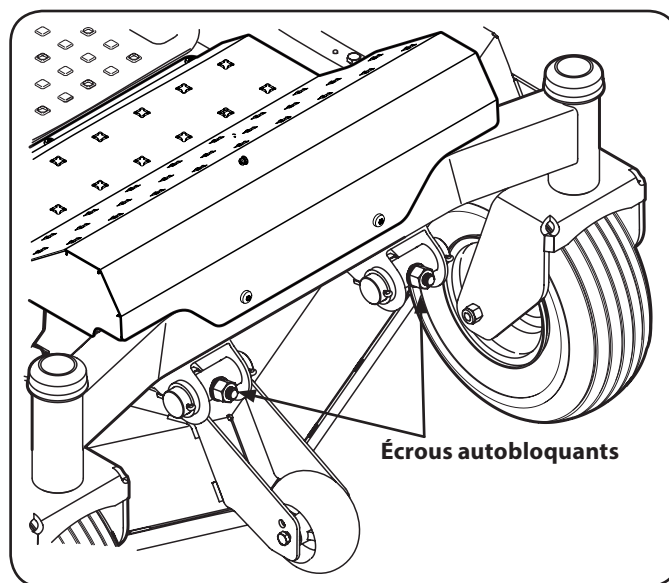

Figure 6-5
5. À l'aide d'une clé, serrez ou desserrez les écrous autobloquants à l'avant des axes de pivot pour relever ou abaisser le devant du plateau de coupe. Voir Figure 6-5.